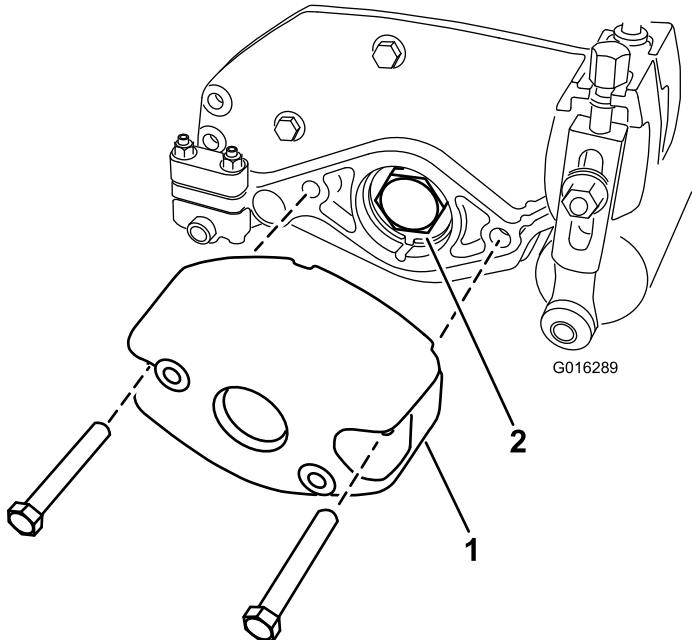

Figura 2
5. Remova os 2 parafusos e porcas que fixam o contrapeso à extremidade direita da unidade de corte. Retire o contrapeso (Figura 2).
| 6. Desmonte a porca do rolamento do eixo do rolo | (Figura 2). |